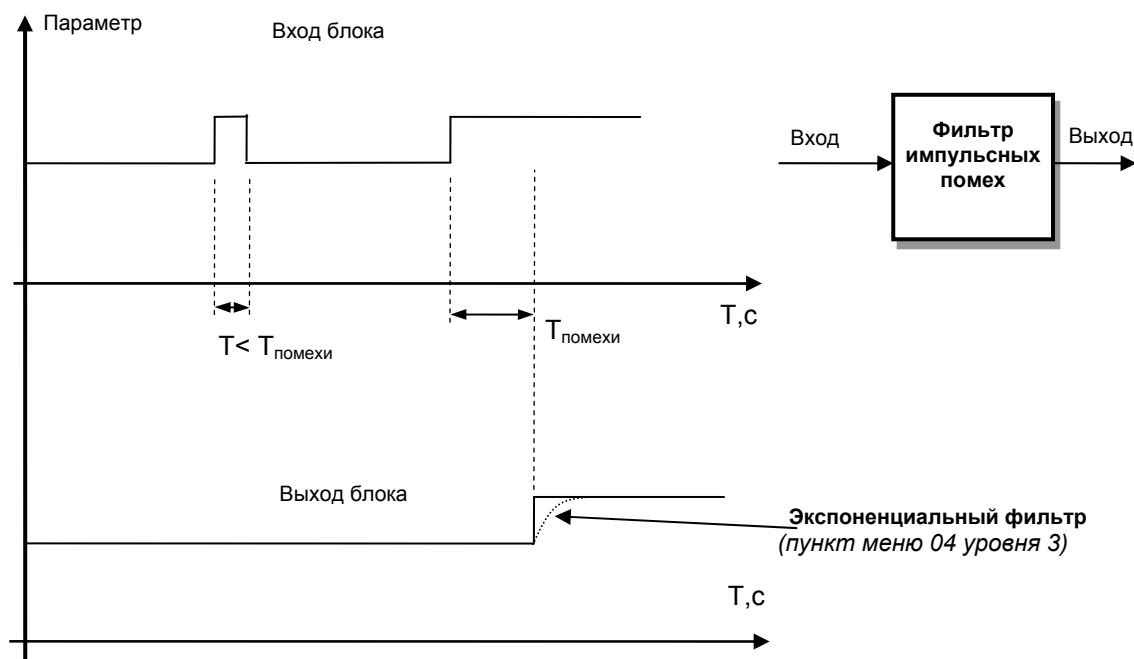

Рисунок 5.4 – Принцип работы фильтра импульсных помех и экспоненциального фильтра
1. Фильтр импульсных помех. Используется для подавления импульсных помех. Определяется параметром **3.05** «Максимальная длительность импульсной помехи». Если в каком либо цикле измерения технологического параметра обнаружено его изменение, то предполагается возможность действия помехи и выходной сигнал сформируется (с учетом усреднения измерительных значений) по истечении установленного времени длительности помехи. То есть, если длительность изменения сигнала больше заданного $T_{\text{помехи}}$, то это изменение расценивается как естественное и принимается в дальнейшую обработку с задержкой времени $T_{\text{помехи}}$ (рисунок 5.4). Работа данного фильтра вносит дополнительное транспортное запаздывание в систему регулирования, которое равно величине параметра «Максимальная длительность импульсной помехи». Поэтому всегда нужно стремиться минимизировать данный параметр.
4. Экспоненциальный фильтр (рисунок 5.4). Фильтр используется для подавления помех, а также для подавления «дребезга» индикации (частых изменений показания индикатора из-за колебаний входного сигнала). Определяется параметром **3.04** «Постоянная времени цифрового фильтра».